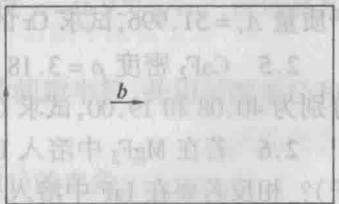

图 2-4
2.15 如图 2-4 所示的位错环, 说明各段位错的性质, 并且说明刃位错的半原子面的位置。